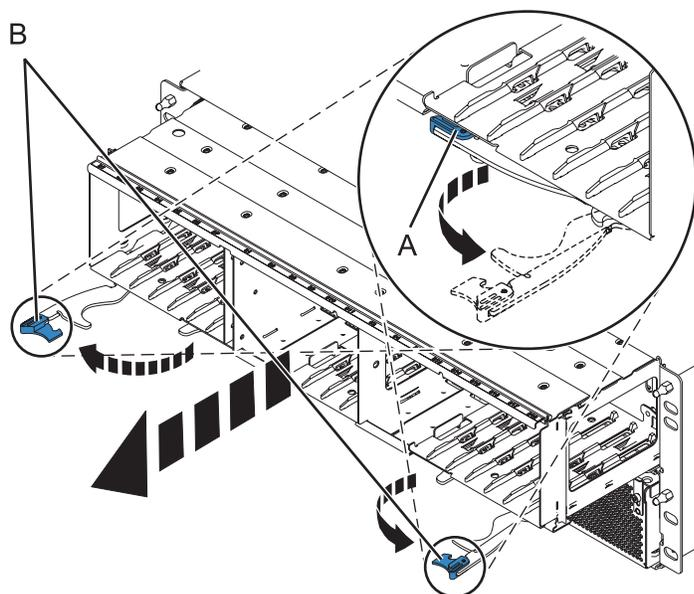

Figure 77. Retrait du fond de panier du boîtier
6. Retirez le fond de panier, comme illustré dans la figure 77, à la page 100.